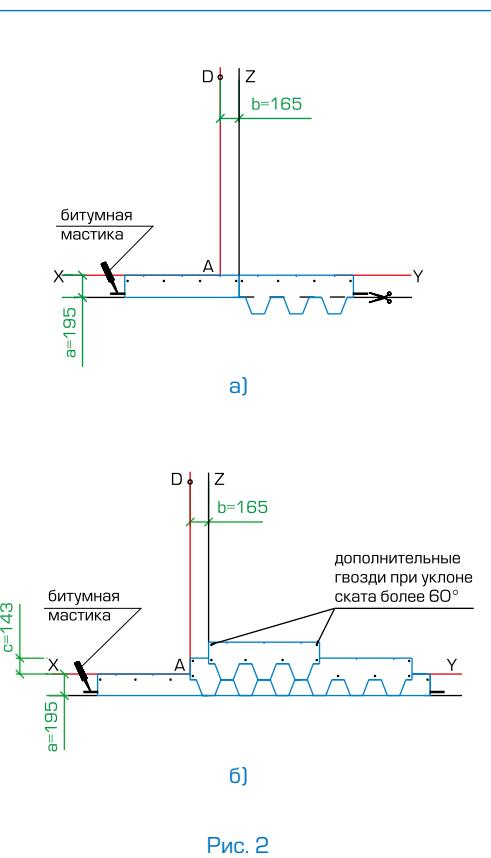

Рис. 2
Укладка материала (рис. 2)
- Начальный ряд формируется из листов черепицы НОРДИК с обрезанными лепестками. Полученные таким образом полосы шириной 19,5 см укладываются по линии карниза в обе стороны от линии Z (рис. 2а) и фиксируются по нижнему краю битумной мастикой, а по верхней кромке 4 гвоздями (сось гвоздей на 5 см ниже верхнего края полосы);
- далее первый ряд черепицы укладывается от линии AD (рис. 2б);
- второй ряд укладывается от линии Z (со смещением 16,5 см от AD) (рис. 2б);
Каждый лист гибкой черепицы НОРДИК крепится 4 гвоздями таким образом, чтобы гвоздь прошивал и верхний край низлежащего листа черепицы (рис. 2б).